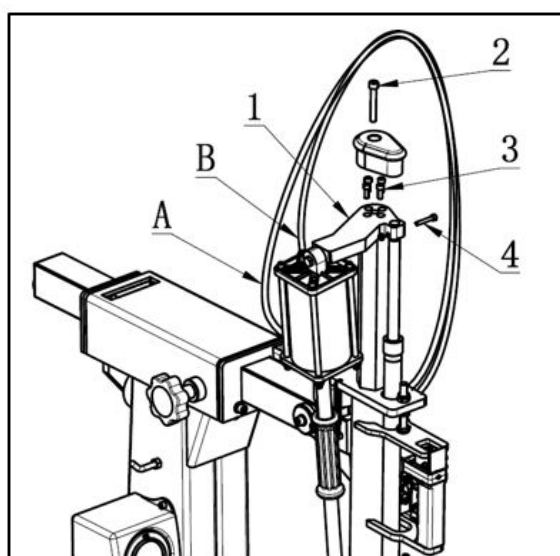
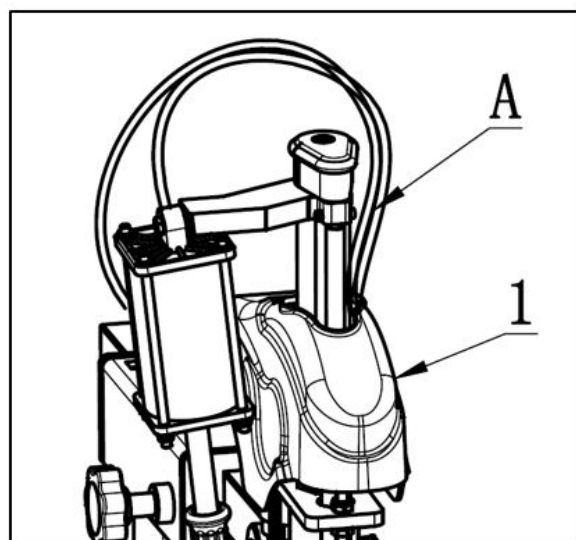

FIG17
FIG18
- Træk først slangerne ud i begge ender af løftecylindern til krogen (FIG17-A, FIG17-B); fjern skruerne FIG17-2, 17-3 og 17-4 henholdsvis med en 6#, 5# og 4# unbrakonøgle. Drej let forbindelsespladen (FIG17-1) til siden og monter beskyttelsesdækslet (FIG18-1) fra øverste ende af sekskantstangen. Når dækslet monteres, skal de to slanger (FIG18-A) føres igennem centerhullet i dækslet som vist i FIG18. Monter derefter skruerne, som blev fjernet i FIG17, hver for sig.